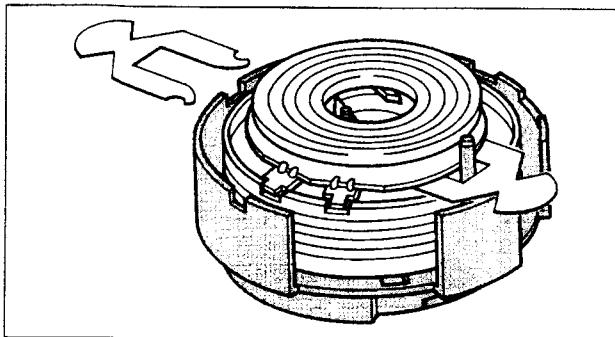

Abb. M6
- Die zwei Mylarfolien (jeder neuen Service-Kopfscheibe beigegeben) in die Kopfscheibe einsetzen (Abb. M6).